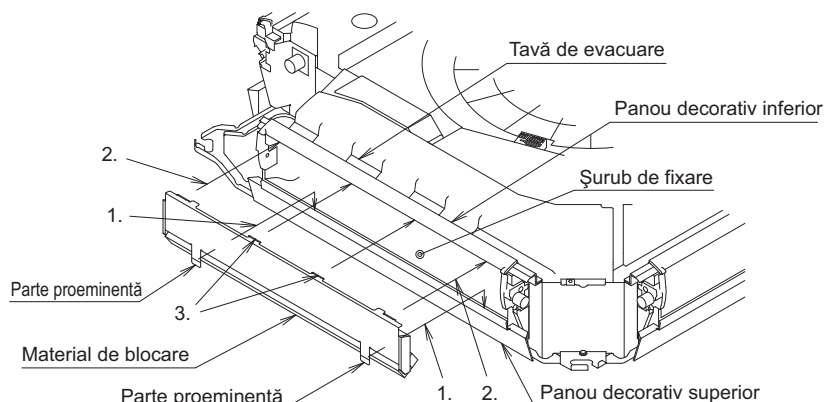

Fig. 12
(2) Fixați materialul de blocare pe orificiul de evacuare a aerului. (Consultați Fig. 12 și Fig. 13)